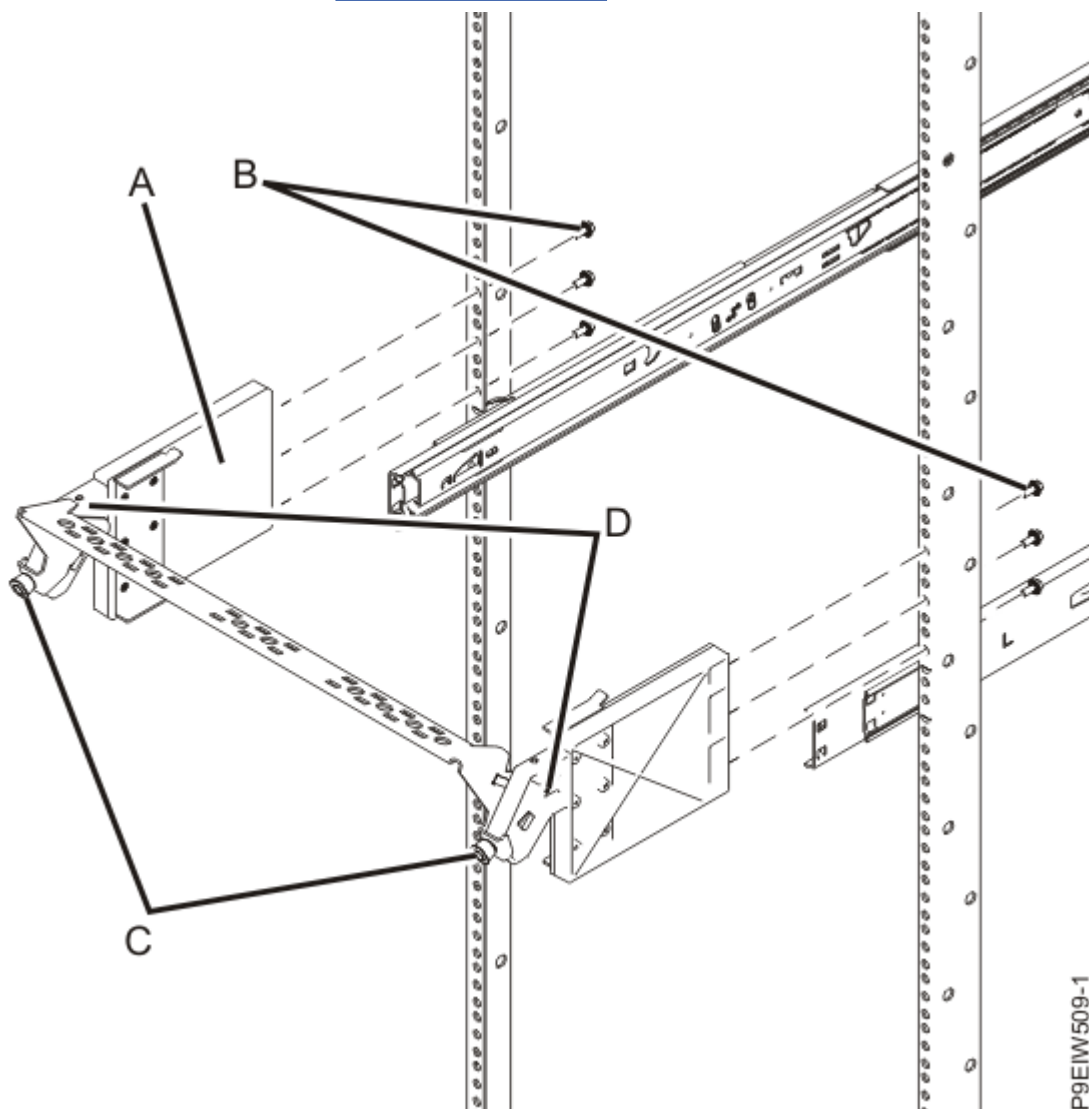

Рисунок 14. Прикрепление кабельной скобы к стойке
3. Соберите кабельную скобу, прикрепив скобы к кабельной планке, используя два винта M3 (**D**), как показано на Рисунок 14 на стр. 16.
- b. Изнутри стойки вставьте три винта (**B**) через фланцы стойки в кабельную скобу (**A**), как показано на Рисунок 14 на стр. 16.
5. Подгоните кабельную скобу под нужный размер, вытащив винты с накатными головками (**C**) и откинув скобу, как показано на Рисунок 14 на стр. 16.